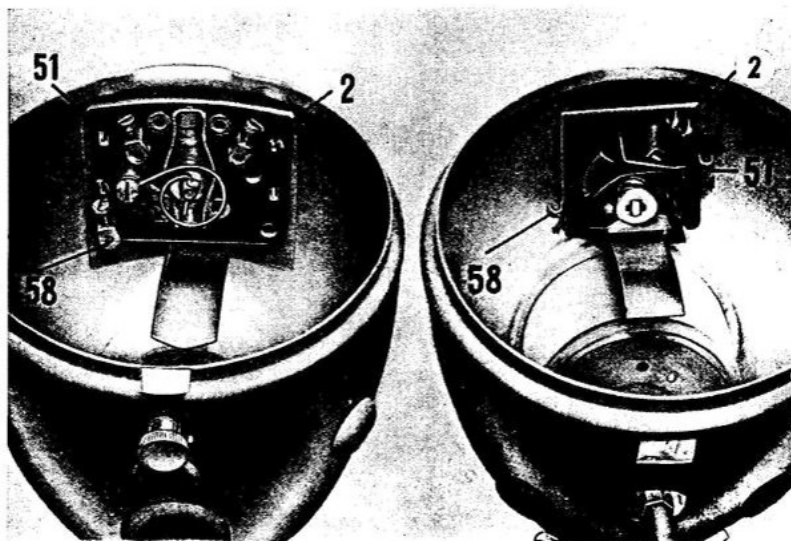

Abb. 84 Scheinwerfer geöffnet
Kurzschlußleitung oder Schalter im Scheinwerfer hat Masseschluß.	Kabel grün (2) (Abb. 84) im Scheinwerfer abklemmen und freilegen. Bланke Stellen suchen und isolieren.
Hinweis: Bei Scheinwerferausführung Hella (auf Abb. 84) werden die Kabel nur eingeklemmt.